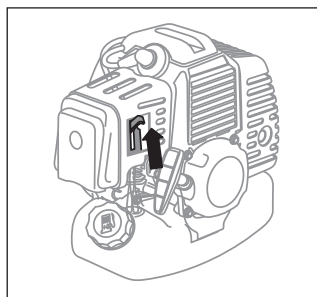

Рис. 12
4. Переведите рычаг воздушной заслонки в верхнее положение – |/\| «Закрыто» (рис. 12).
7. Переведите рычаг воздушной заслонки (рис. 12) в нижнее положение ||| «Открыто».
1. Переведите рычаг воздушной заслонки в нижнее положение – ||| «Открыто» (рис. 12).